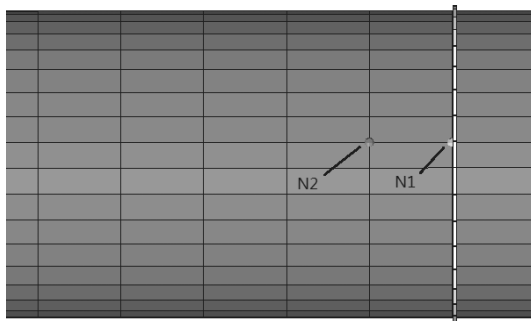

图 7-14 N1、N2 的位置
(11) 单击 return 按钮退出。
(12) 选择 Tool>translate, 通过 translate 功能创建其他机身框的 CBAR 单元。
(13) 在左上角处的黄色框区域, 通过倒三角下拉菜单选择 elems, 把 translate 的方向切换为 N1、N2、N3, 把 translate 的距离切换为 magnitude=N2-N1。
(14) 选中 (8) ~ (10) 步所创建的所有 CBAR 单元, 然后选择 elems>duplicate>original comp。
(15) N1、N2 的位置如图 7-14 所示, N1 为第二排节点的一节点, N2 为第三排节点的一节点。这表示移动的方向为 N1-N2 方向, 移动的距离为 N1 到 N2 的距离。